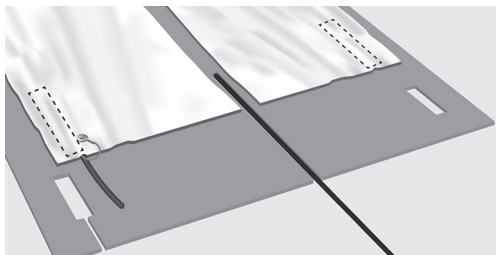

Fig. 8. Utskjæring i underlaget
8. Når varmematten eller varmemattene er installert i henhold til tegningen, er det på tide å lage utskjæringer i underlaget for å gjøre plass til skjøtene i varmematten (Fig. 8). I starten av varmematten der den kalde kabelen kommer inn i varmematten, er det en utbuling på varmematten. Marker plasseringen av denne på underlaget +5 mm på hver side og fjern underlaget med en